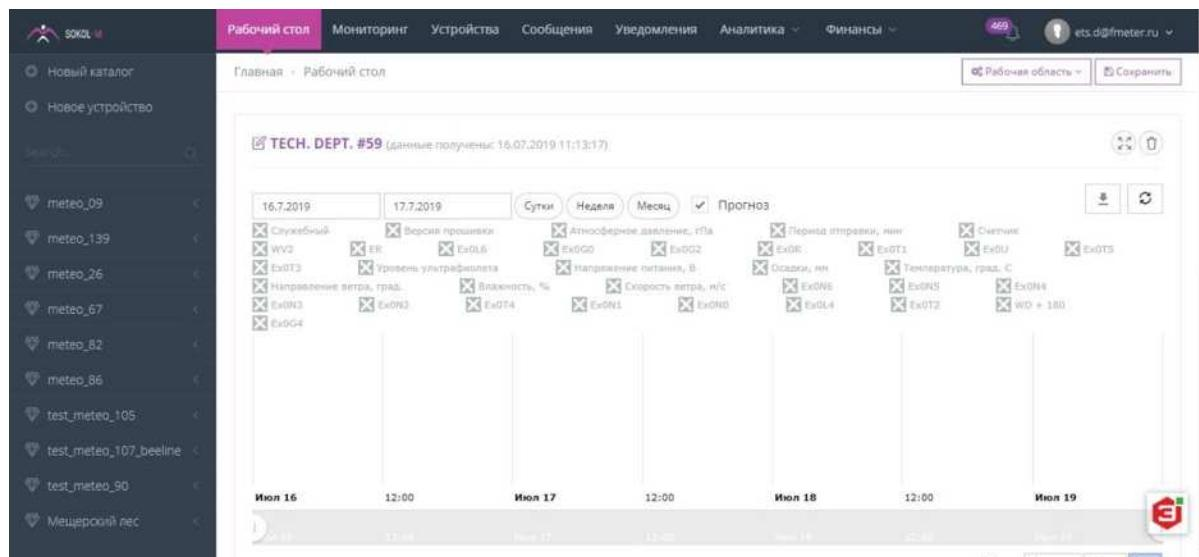

Рисунок 11 - Работа с облачным сервисом
6.12.1. Для работы с облачным сервисом SOKOL-M ([www.sokolmeteo.com](http://www.sokolmeteo.com)), на который метеостанция в автоматическом режиме отправляет сообщения, необходима регистрация пользователя. После регистрации пользователю открывается доступ к конкретной метеостанции. Для идентификации метеостанции, на заводе-изготовителе ей присваивается имя. Имя метеостанции начинается словом «*meteo\_*», далее указывается её порядковый номер, например, «*meteo\_09*» (рис.11).